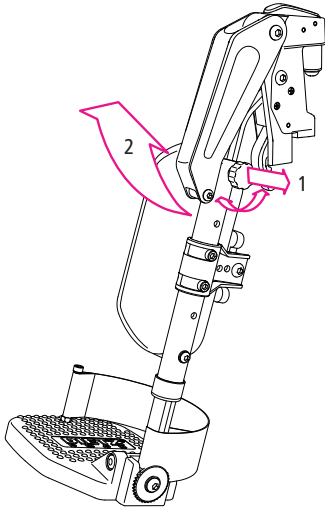

Abb.40
1. Lösen Sie dafür die Feststellschraube, bis sich der Schraubenkopf leicht herausziehen lässt (1, Abb. 40) und sich die Verriegelung löst.